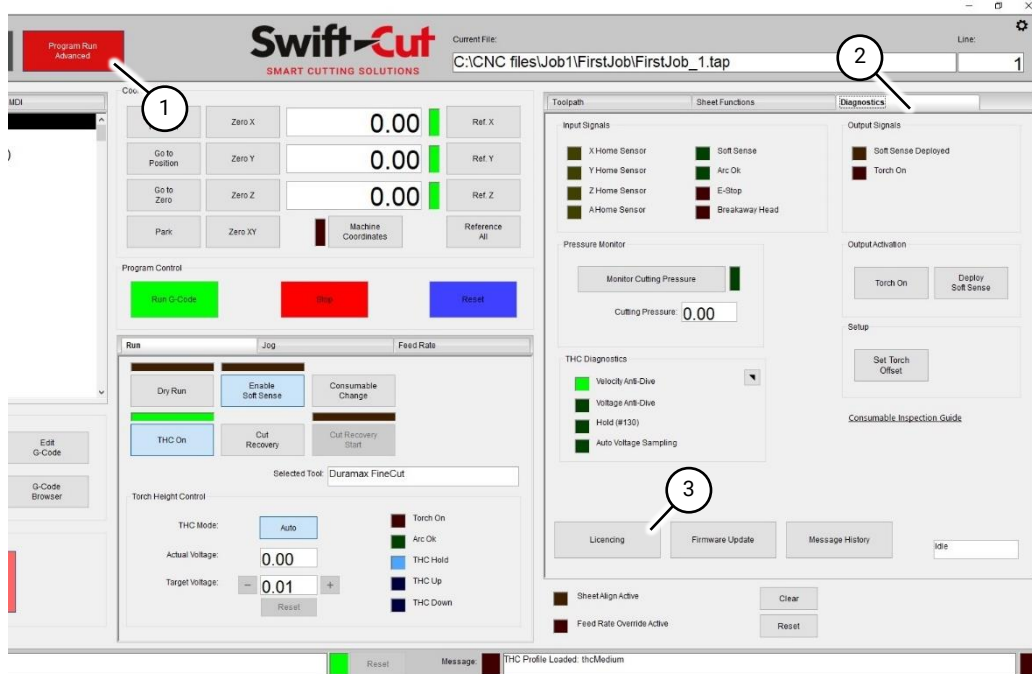

Fig 35 Bouton d'activation de licence
2. Accédez à la page Exécution de Programme Avancé (Fig 35 (1)). Sélectionnez "Diagnostics" (Fig 35 (2)) puis sélectionnez "Activation de Licence". (Fig 35 (3)).